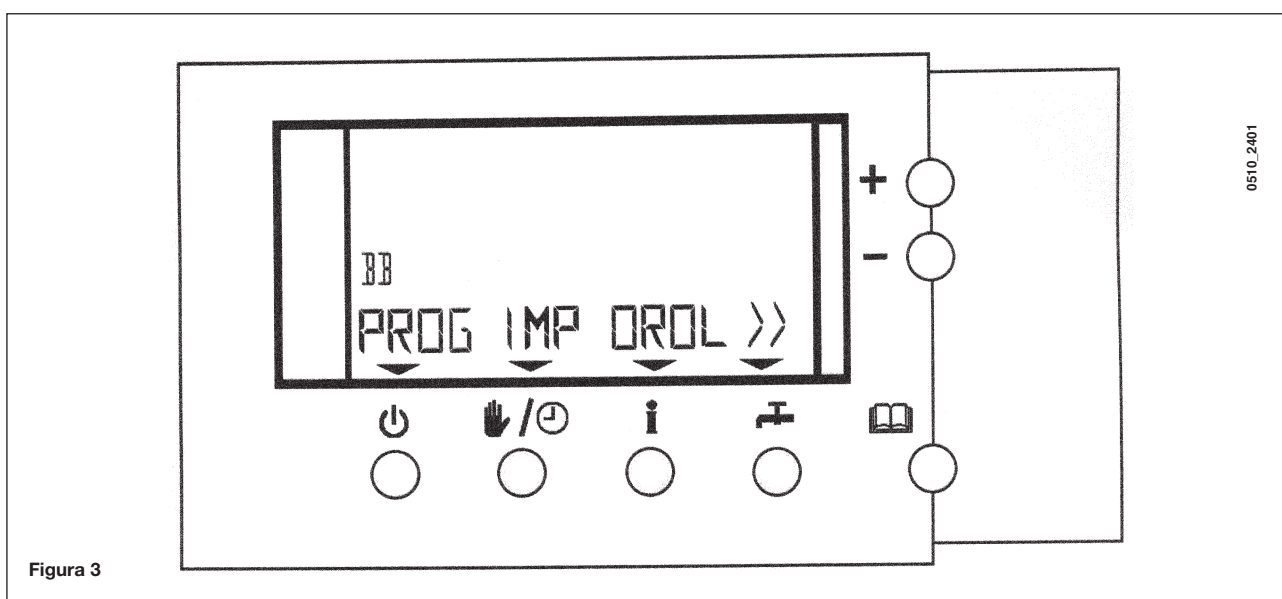

Figura 3
- premere il tasto  e successivamente il tasto , sul display del telecontrollo è visualizzata la maschera di figura 3.